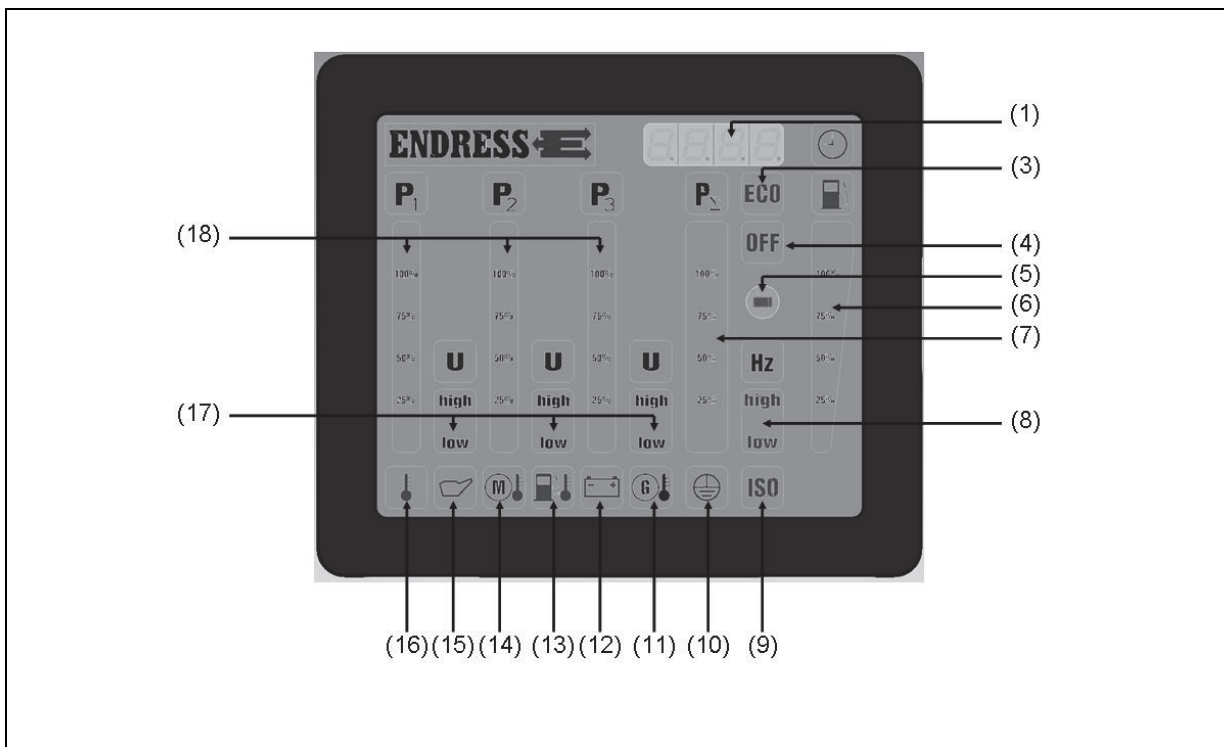

Fig. 47: Pantalla multifuncional
- Horas de servicio:** La indicación (véase Fig. 47-(1)) está activa estando el aparato en marcha o durante 30 segundos si el interruptor START-STOP está en la posición "Betrieb" (servicio).
- Temperatura ambiente:** Si la indicación (véase Fig. 47-(16)) se enciende en color rojo con el aparato en marcha, significa que la temperatura es excesiva y el aparato se ha de apagar.
- Presión de aceite:** Si el indicador (véase Fig. 47-(15)) se ilumina en rojo con el aparato en marcha, la presión de aceite es muy baja y el aparato se apaga automáticamente o hay un aviso del zumbador, que puede validarse con pulsador de confirmación.
- Temperatura del motor:** Si la indicación (véase Fig. 47-(14)) se enciende en color rojo con el aparato en marcha, significa que la temperatura del motor es excesiva y el aparato se ha de apagar.
- Temperatura del combustible:** Si la indicación (véase Fig. 47-(13)) se enciende en color rojo con el aparato en marcha, significa que la temperatura del combustible es excesiva y el aparato se ha de apagar.
- Control de carga de la batería:** Si se enciende la indicación (véase Fig. 47-(12)) de color rojo significa que la función de carga del alternador está fuera de servicio.
- Control del aislamiento:** Si el indicador se ilumina (véase Fig. 47-(9)) en rojo o el zumbador suena, hay un fallo de aislamiento. (Véase el capítulo 5 de control del aislamiento).
- Comprobación del conductor protector:** Si el indicador se ilumina en verde (véase Fig. 47-(10)) durante la comprobación del conductor protector (véase el cap. 0 Conductor protector), entonces los conductores protectores de los aparatos conectados funcionan correctamente. Si la función del conductor protector no está garantizada, la indicación permanece apagada.
La indicación (véase Fig. 47-(10)) da un valor de referencia del contenido del depósito.
**Frecuencia:** Si se enciende la indicación (véase Fig. 47-(8)) de color verde, la frecuencia se encontrará en el margen correcto (47,5-52,5 Hz).
Tensión (U) (véase Fig. 47-(17)):
Carga (P) (véase Fig. 47-(18)):
Si se ilumina en rojo el símbolo "OFF" (véase Fig. 47-(4)) y el zumbador suena, se ha pulsado el botón de parada de emergencia. El zumbador puede validarse con el pulsador de confirmación.
- ✓ El símbolo de la pantalla (véase Fig. 47-(9)) indica el resultado: